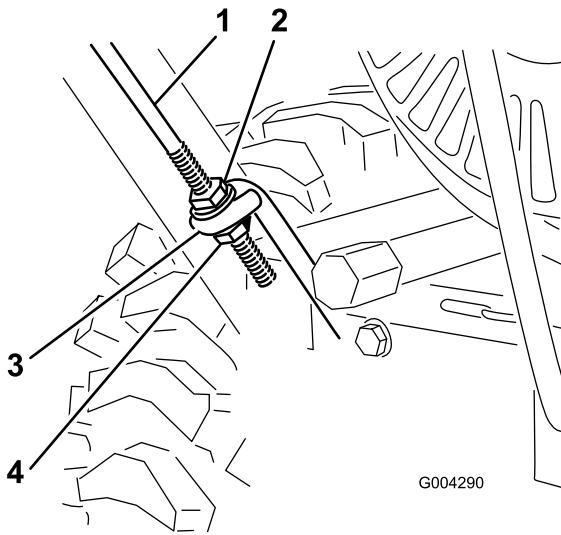

Bild 4
1. Achszapfen (2)
2. Kopfschrauben und Wellenscheiben (4)
- Schrauben Sie eine Bundmutter (nicht die Bundsicherungsmutter) mit dem Bund nach unten auf die Fahrantreibsstange links am Griff (Bild 4).
- Legen Sie die linke Seite des Griffes seitlich neben die Schneefräse und führen Sie das Ende der Fahrantreibsstange durch die Öse der unteren Fahrantreibsstange (Bild 4).
1. Drehen Sie eine Sicherungs-Bundmutter (Bundseite nach oben) auf die Unterseite der Fahrantreibsstange unter der Öse in der unteren Fahrantreibsstange ein (Bild 4).